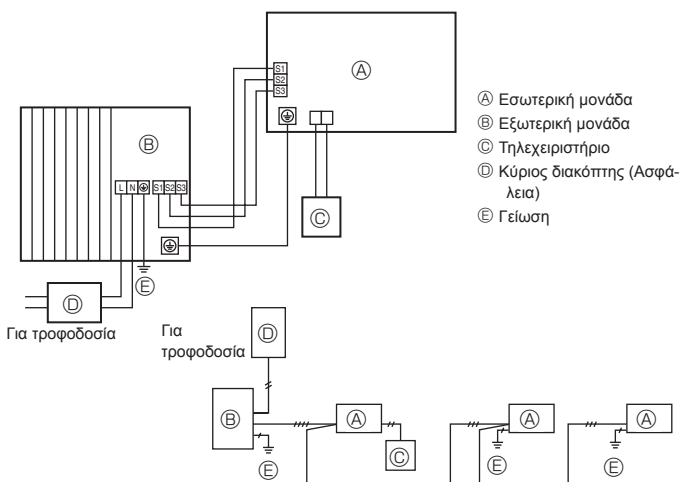
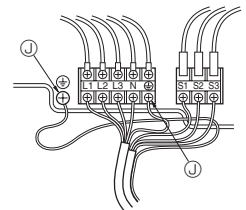

Fig. 7-1
Fig. 7-2
7.1. Εξωτερική μονάδα (Fig. 7-1, Fig. 7-2)
- ① Αφαιρέστε το πλαίσιο συντήρησης.
- ② Συνδέστε τα καλώδια που αναφέρονται στην Fig. 7-1 και στην Fig. 7-2.